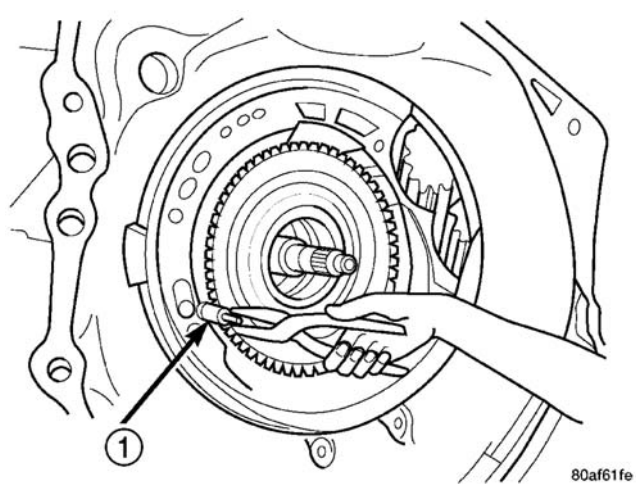

图 148 安装冷却器旁通阀
(55) 安装冷却器旁通阀，O 形圈端朝向壳体的后部（图 148）